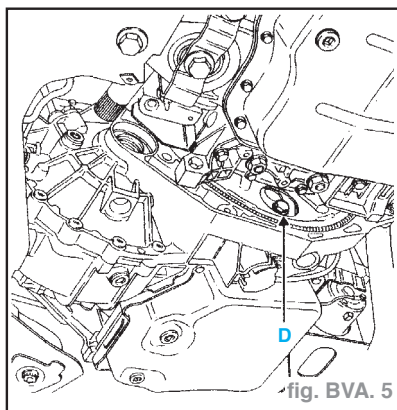

fig. BVA. 5
- les 3 vis de fixation du convertisseur sur la tôle d'entraînement (D) (fig. BVA. 5).